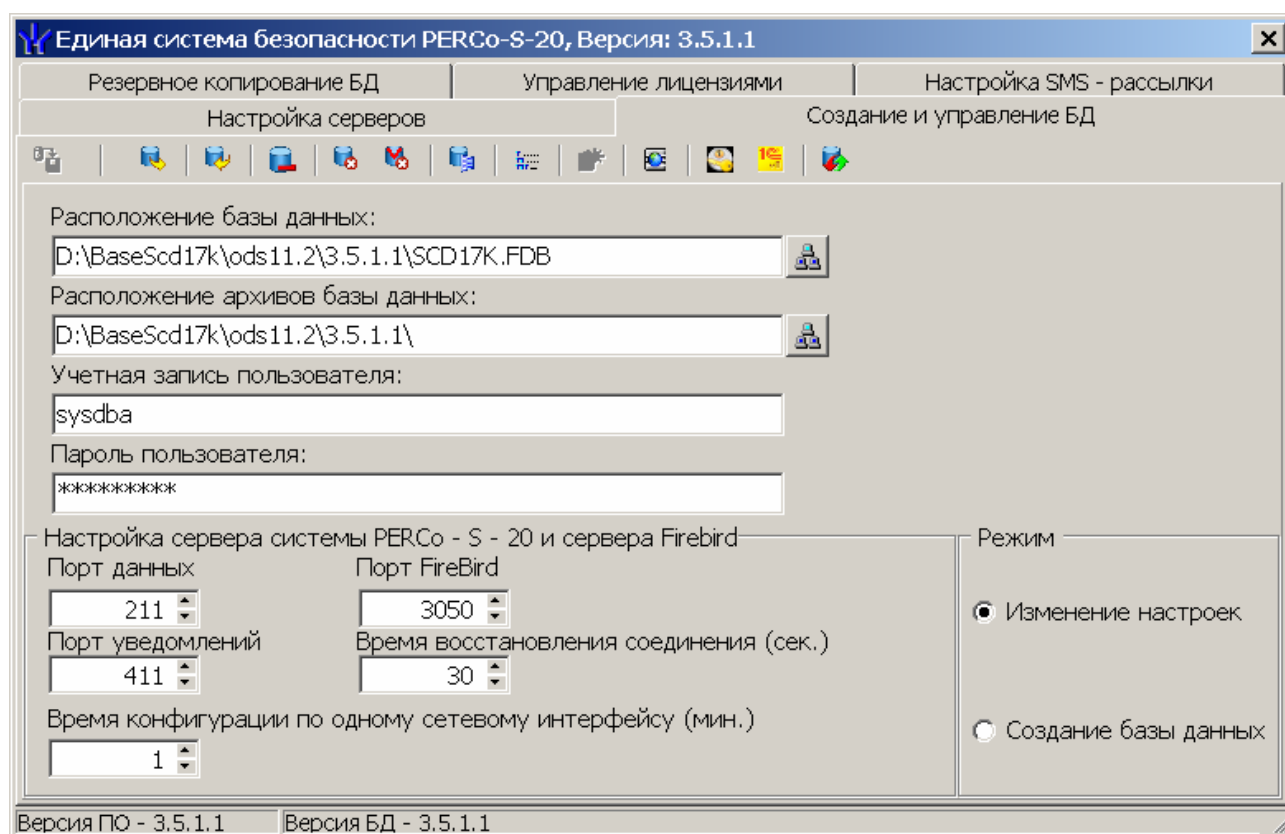

Рис. 5 Создание и управление БД
1. Перейдите на вкладку **Создание и управление БД** (Рис. 5):